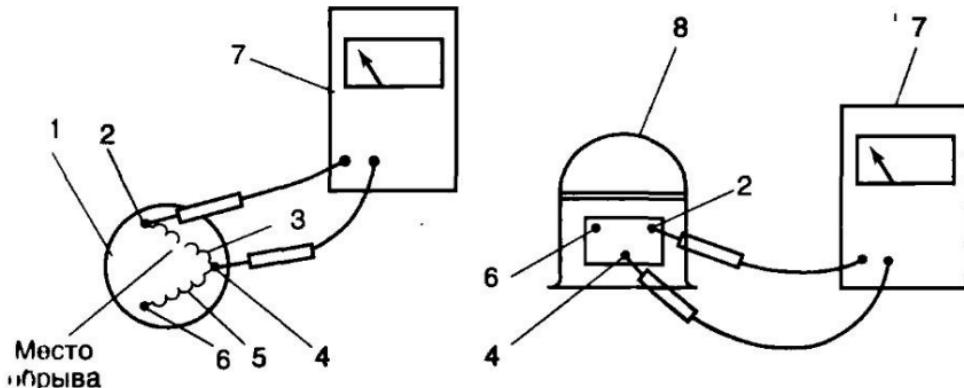

Рис. 4. Определение обрыва в обмотке электродвигателя герметичного компрессора:
4.1.1. Выход из строя электродвигателя компрессора происходит в результате нарушения качества изоляции провода обмотки. Витки обмотки замыкаются либо между собой, либо происходит их замыкание на корпус. В результате электродвигатель перегревается и перегорает. Для проверки отсоединяют подводящие провода от электродвигателя и определяют обрыв в обмотке омметром (рис. 4). Омметр устанавливают на нуль и поочередно проверяют цепи между клеммами. При обрыве в обмотке омметр показывает сопротивление «бесконечность».